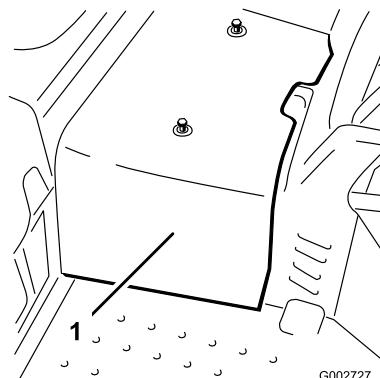

Рисунок 40
2. Ослабьте 2 винта, которые крепят центральный кожух к машине, и снимите кожух (Рисунок 40).